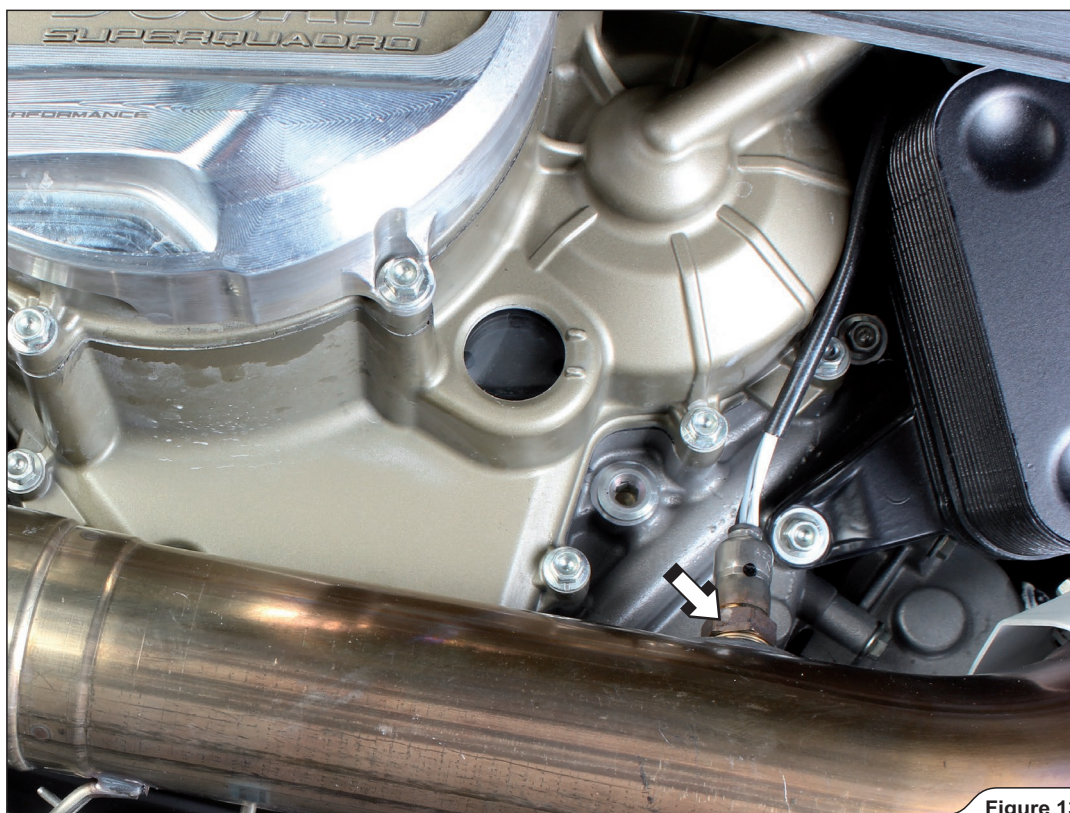

Figure 13
9. Desserrer avec soin la sonde lambda avant (Figure 13).
9. Die vordere Lambdasonde vorsichtig lösen (Figure 13).